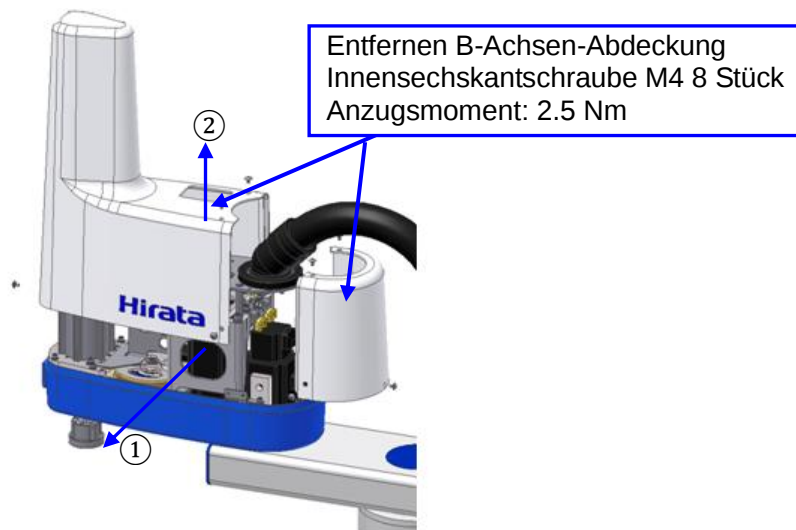
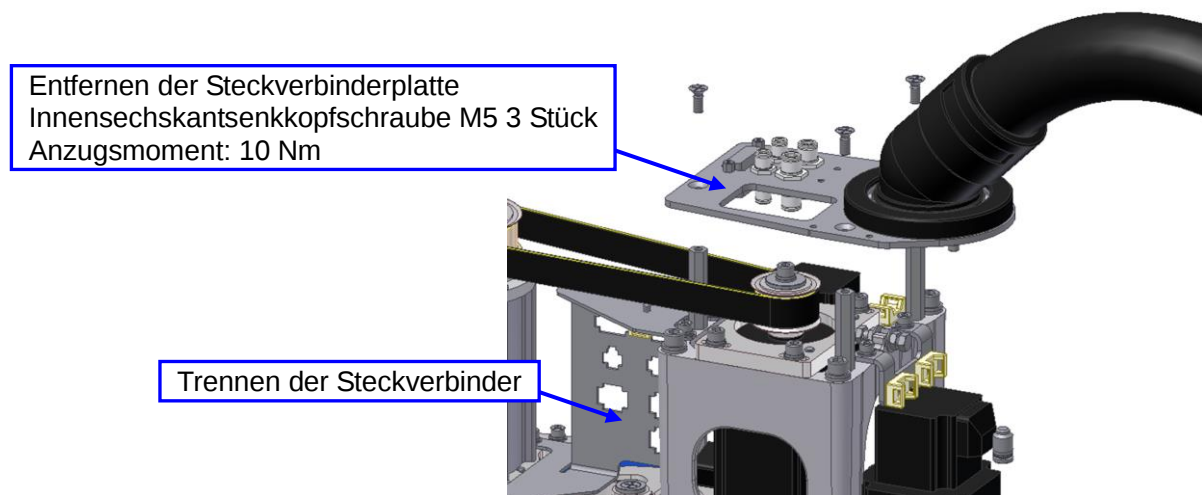

Bild 5-22 Entfernen der B-Achsenabdeckung
Bild 5-23 Entfernen der Steckverbinderplatte
- (1) Z-Achse komplett nach unten fahren.
- (2) Netzspannung ausschalten.
- (3) Remove B-Achse covers (1) and (2). Remove the bolts on the side surface first and then those on the top surface. (Siehe Bild 5-22.) (Hexagon socket head button bolt M4×8L_8 Stück)
- (4) Disconnect B, Z, and W-axes connectors from the connector bracket.
- (5) Remove the connector plate. (Siehe Bild 5-23.) (Hexagon socket head countersunk bolt M5×12L_3 Stück)